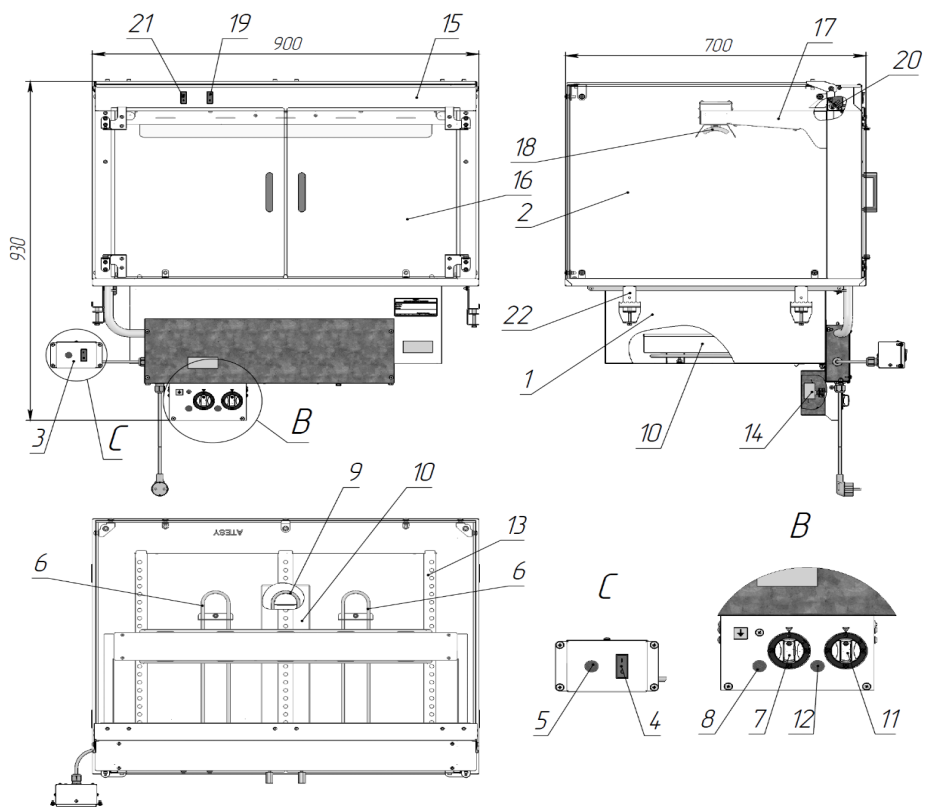

Рис.1
1.3.2.1 Изделие, см. рисунок 1, состоит из ванны поз.1 и верхней стеклянной камеры поз.2. Включение витрины осуществляется при помощи пульта управления поз.3, с установленным на нем выключателем поз.4. Лампа поз.5 сигнализирует о том, что изделие находится под напряжением. В ванну поз.1 устанавливаются стандартные гастроремкости GN 1/1 глубиной не более 150 мм. Гастроремкости в комплект поставки не входят. Подогрев продуктов в гастроремкостях осуществляется включением двух крайних ТЭНов поз.6, регулировка которых осуществляется с помощью поворота ручки терморегулятора поз.7. Лампа поз.8 сигнализирует о работе двух крайних ТЭНов. Над средним ТЭНовом поз.9 устанавливается ванночка поз.10, наполненная водой. Нагрев воды в ванночке осуществляется с помощью среднего ТЭНа поз.9. С помощью ручки терморегулятора поз.11 регулируется температура воды в ванночке. Лампа поз.12 сигнализирует о работе среднего ТЭНа. Для установки гастроремкостей используются съёмные перегородки поз.13 (3 шт.), в которых установлены ползунки, передвижением которых регулируется подача влаги в верхнюю камеру при работе среднего ТЭНа. Предотвращение аварийной ситуации обеспечивает термоограничитель поз.14, который отключает работу ТЭНов при нагреве ванны до температуры более 130°C. Верхняя камера витрины состоит из стекла, что позволяет клиентам рассмотреть готовые продукты с разных сторон, П-образной полки поз.15 и распашных дверок поз.16. На П-образной полке расположены кронштейны поз.17 (2 шт.), на которых установлены керамические инфракрасные излучатели поз.18 (2 шт.). Включение излучателей осуществляется выключателем поз.19. Предусмотрена подсветка верхней камеры светодиодным светильником поз.20, для включения которой используется выключатель поз.21. Для удобства проведения гигиенической очистки стеклянной камеры от конденсата и жира предусмотрен поворот верхнего стекла камеры до вертикального положения. При установке тепловой витрины на столешницу тумбы предусмотрены кронштейны поз.22 для её фиксации.